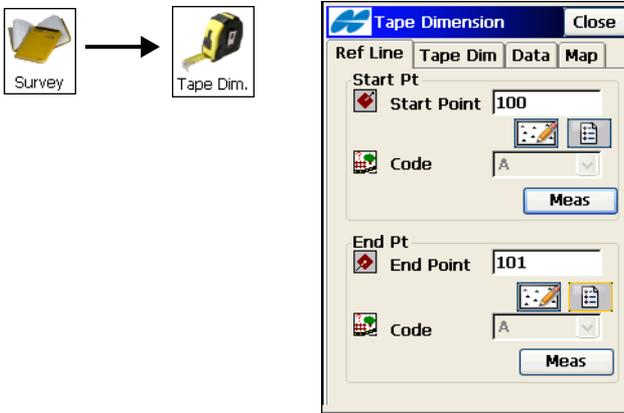

Abbildung 8-31. Umriss: Register „Ref-Linie“
1. Wählen Sie zu Beginn **Aufnahme ▶ Umriss** (Abbildung 8-31 auf Seite 8-31).
2. Geben Sie auf dem Register *Ref-Linie* die Daten der beiden Punkte ein, die die Bezugslinie bilden: Namen und Codes. Zum Messen der Punkte für die Bezugslinie tippen Sie auf **Mess** neben den entsprechenden Feldern (Abbildung 8-31 auf Seite 8-31).